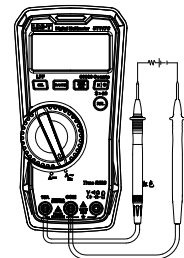

Abbildung 10
9. AC/DC-Strommessung (Abbildung 10)